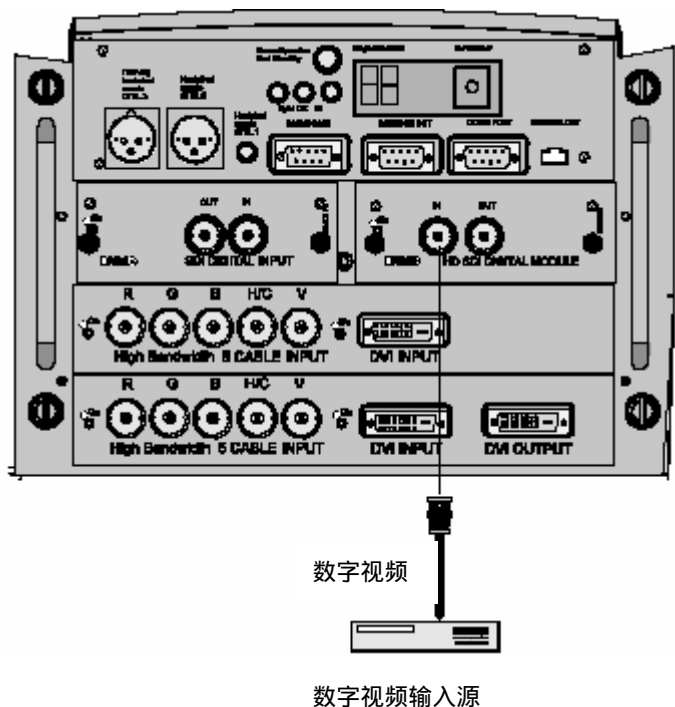

图 4-6
1. 将 HD SDI 输入源的输出端与 HD SDI 输出端的输入同轴电缆接插件（BNC）连接（见图 4-6）。